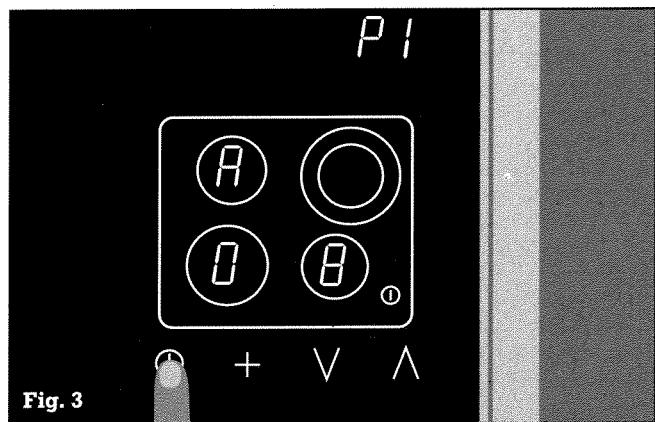

Fig. 3
- Pour enregistrer la valeur, effleurez le symbole Minuterie O. Un signal sonore se fait entendre et P / reste allumé (fig. 3).